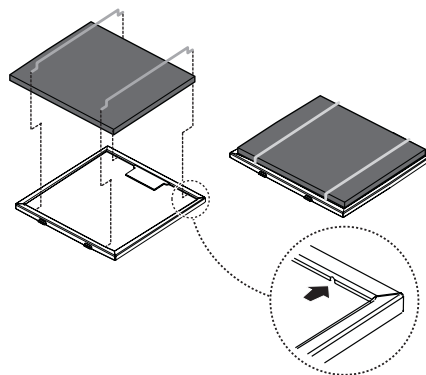

Fig. 4
2. Instale el filtro de carbón en la parte trasera del filtro de grasas y fíjelo con dos varillas (Fig. 4), a instalar en los agujeros presentes en el marco.